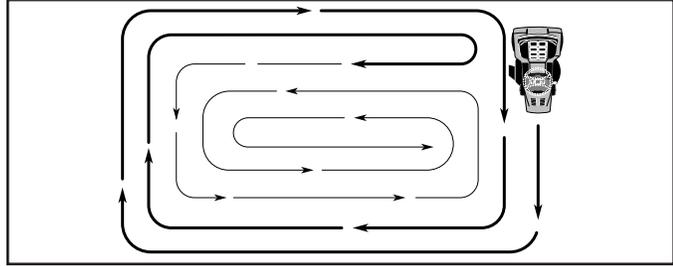

Fig. 8
- El lado izquierdo de la segadora se debe usar para recorte. Maneje de modo que los recortes se descarguen en el área que ya ha sido cortada. Mantenga el área de corte a la derecha del tractor. Esto producirá una distribución más pareja de los recortes y un corte más uniforme. Al segar las áreas grandes, empiece girando a la derecha de modo que los recortes se descarguen, alejándose de los arbustos, cercos, entradas de automóviles, etc. Después de una o dos vueltas, siga en la dirección opuesta, haciendo virajes a la izquierda, hasta que termine (Vea Fig. 8).